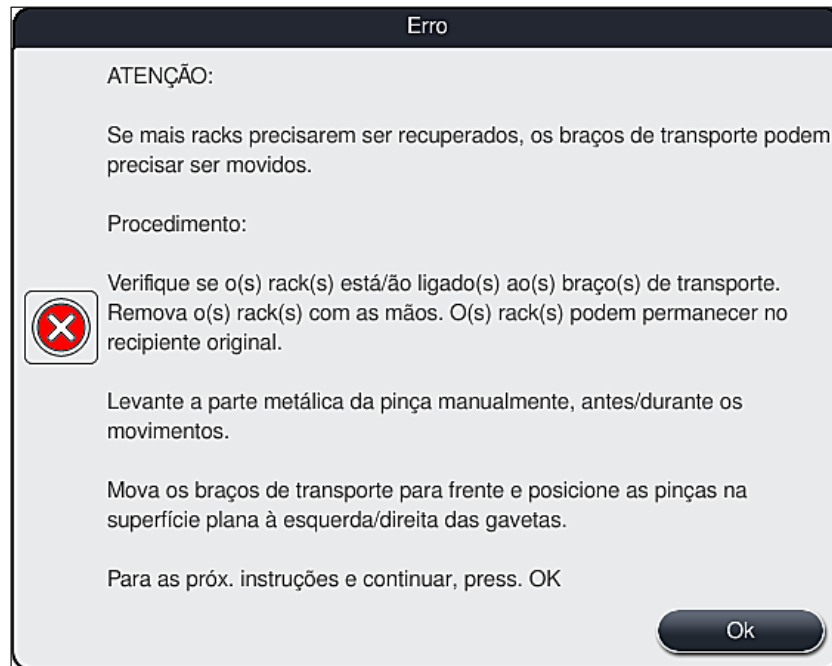

Fig. 109
3. Após pressionar o botão **OK** (→ "Fig. 108"), surge outra mensagem de informações, (→ "Fig. 109") que fornece instruções ao usuário em relação ao procedimento correto para remoção dos respectivos racks.